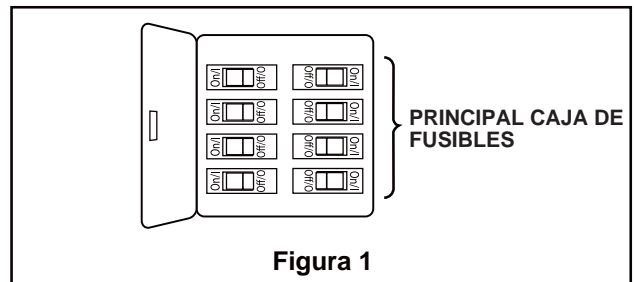

Figura 1
1. Instalación de la placa de la pared: (Figura 1)
**Para evitar una posible descarga eléctrica, asegúrese de cortar la alimentación eléctrica de la caja de fusibles principal antes de limpiar el ventilador. (Figura 1)**